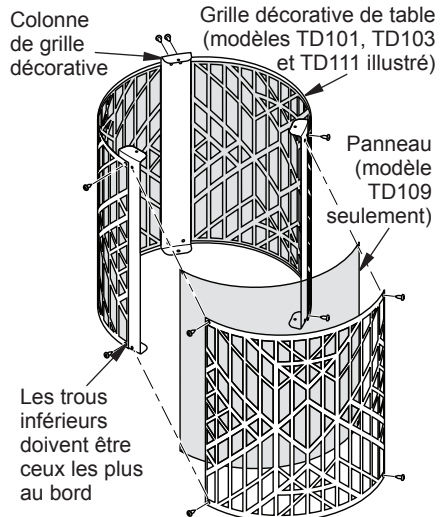

Figure 6 - Assemblage des grilles décoratives et des colonnes de grille
- Modèle TD109 seulement: Placez trois panneaux autour des colonnes des grilles. Pour tous les modèles: Placez trois grilles décoratives autour des colonnes des grilles. Fixez aux colonnes avec 4 vis (C) par grille comme illustré à la figure 6.